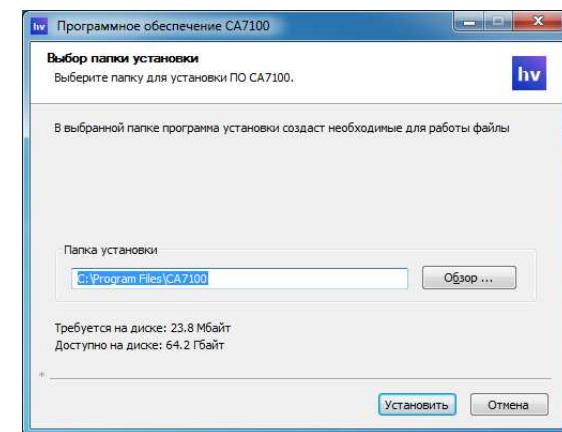

Рисунок 8.3
2) Определить адрес папки, где будет размещено программное обеспечение, для чего в окне (рисунок 8.3) либо согласиться с адресом, предлагаемым по умолчанию, либо выбрать другой, щелкнув по кнопке Обзор..., а затем щелкнуть по кнопке Установить .